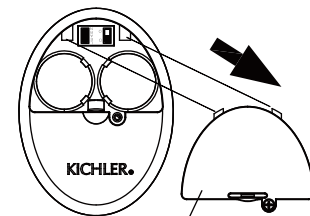

Figura 25
Paso 2. Con un destornillador, quite la tapa de las pilas del dispositivo y guarde el tornillo para usarlo más tarde. (Figura 25)